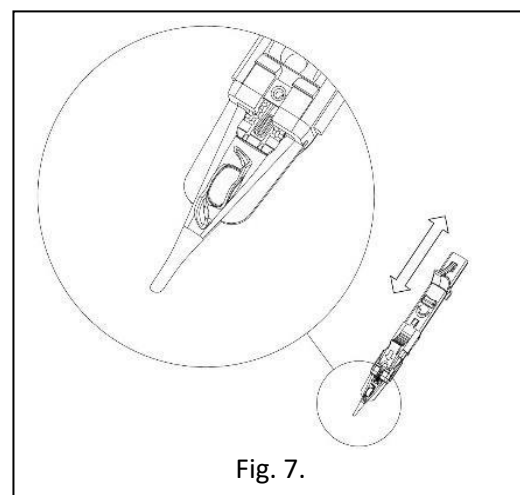

Fig. 7.
10. Dès que la LIO atteint le bec de la cartouche comme montré en Fig. 7. Stopper la pression et retirer le piston jusqu'au bout. Pousser le piston une seconde fois pour retirer l'air du bec. Entrer de nouveau dans l'œil et continuer de pousser lentement. Si une résistance excessive est ressentie à n'importe quelle phase de l'injection, ou si une haptique est coincée entre l'embout souple rouge et les parois de la cartouche, retirer le piston sur quelques millimètres et repousser ensuite.